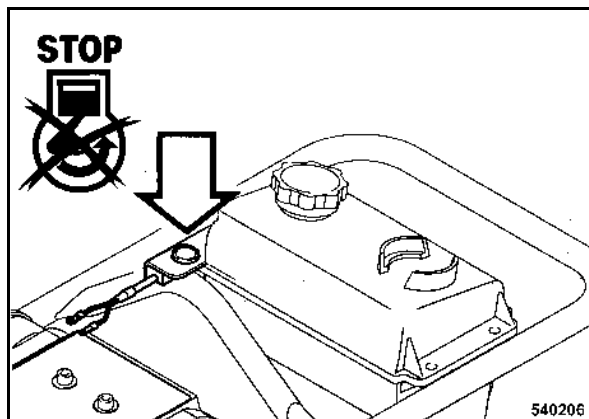

fig. 24
- Appuyer sur la touche d'arrêt du moteur (fig. 24).